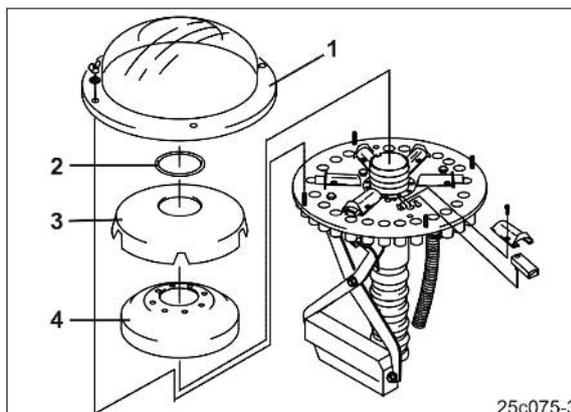

Fig. 114
1. Verteileraußenhaube (Fig. 114/1) demontieren.
2. Ring (Fig. 114/2) demontieren.
3. Verteiler-Innenhaube (Fig. 114/3) demontieren.
4. Schaumstoffeinsatz (Fig. 114/4) demontieren.